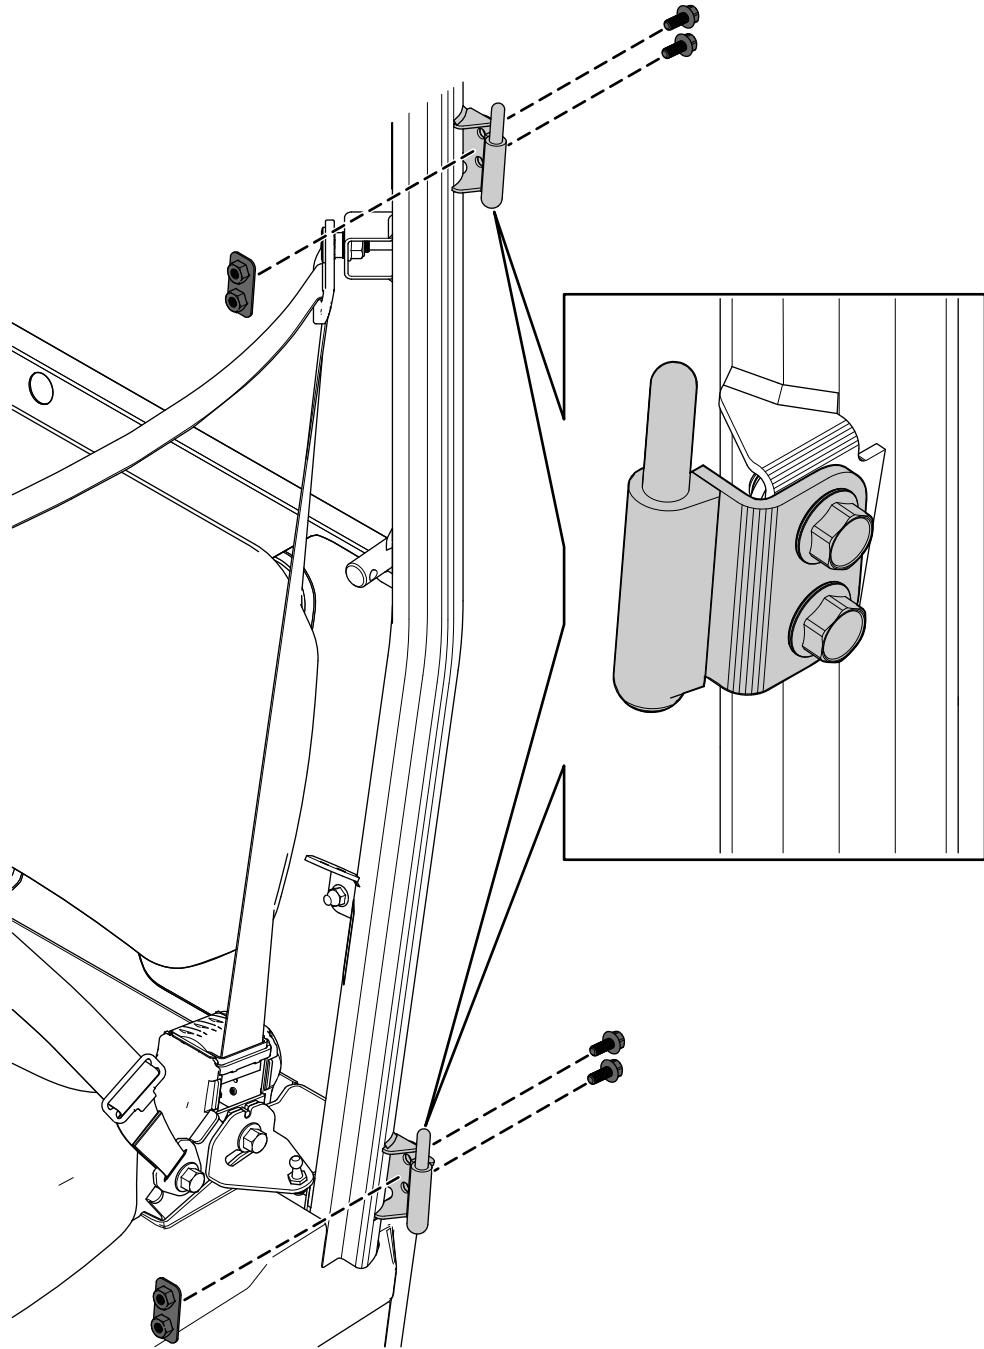

Figura 5
1. Fissate senza serrare le 2 cerniere della porta di sinistra alla staffa orientabile della porta sul ROPS utilizzando 4 bulloni a testa flangiata (M8 x 20 mm) e 2 piastrine filettate (Figura 5).
8. Quando la porta è correttamente allineata con il ROPS, serrate i 4 bulloni a testa flangiata (M8 x 20 mm) illustrati nella Figura 5 a 26 N·m.